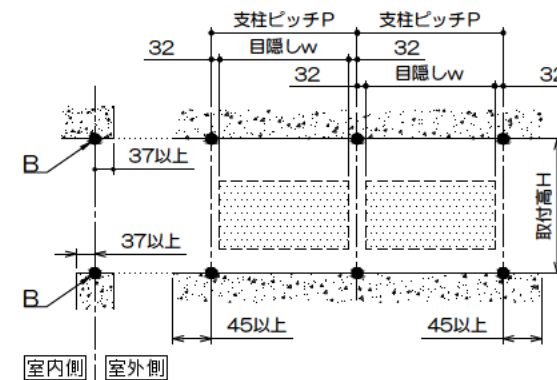
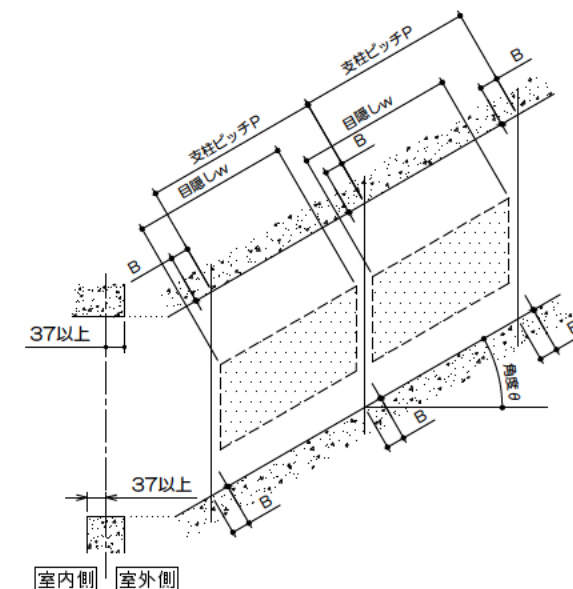

図1. 取付位置の墨出し(通路用)
図2. 取付位置の墨出し
(1) 下記の計算式にて、目隠しパネルの目隠しwから支柱ピッチPを計算してください。
(2) 支柱ピッチPを算出後、アンカーを埋め込む位置Bに墨出しを行ってください(図1・図2)